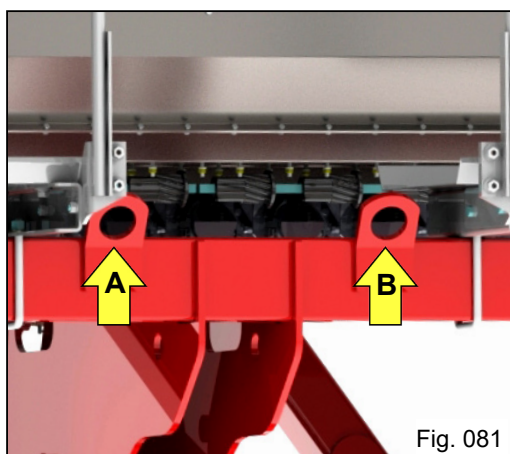
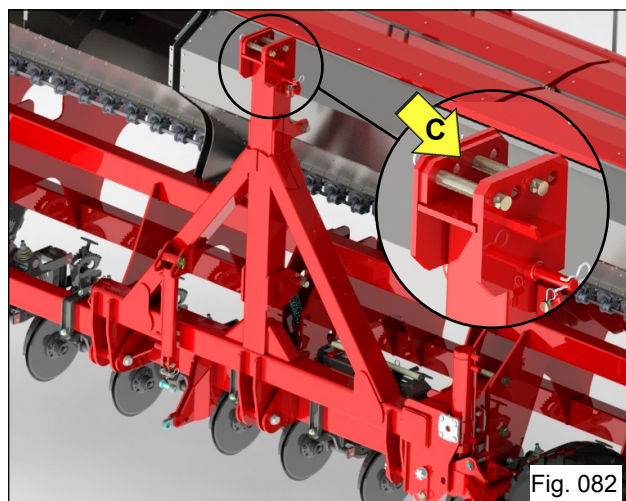

Fig. 081
Fig. 082
A Semeadora Adubadora 5035PD GARRA possui 3 pontos adequados para o içamento, sendo dois pontos "A" e "B" localizados no tubo superior da parte traseira do chassi (Fig. 081).
Para o terceiro ponto de içamento, deverá ser engatado nos pinos de trava "C" do cabeçalho, com o cabeçalho travado e levantado em modo descanso conforme Fig. 082.
Para efetuar o içamento, a plataforma central com escada deverá estar desmontada conforme Fig. 081 e o cabeçalho estar sem o engate com rótula (Fig. 082).
Quando for içar o implemento, efetue o travamento das rodas conforme as instruções no item 4.10.1 e certifique-se de que os pinos de trava "C" (Fig. 082) estejam presos corretamente.
Efetue vistorias diárias da tensão das correntes. O ajuste da tensão das correntes é de fundamental importância para o correto funcionamento. Para verificar a tensão flexione a corrente com as mãos, a mesma deve ter uma flexão de 2% a 3% da distância entre centros (Fig. 082).